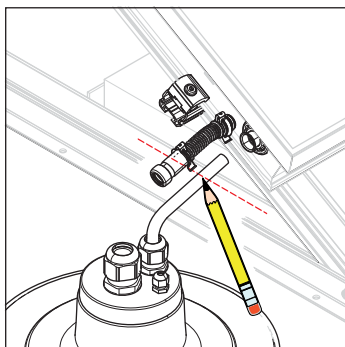

Fig. 3-24 Marquage de la longueur nécessaire
4. Marquer la longueur nécessaire de la conduite d'alimentation (en haut du capteur solaire / VA 15 Solar) ainsi que de la conduite de retour (en bas du capteur plan / VA 18 Solar) (fig. 3-24).